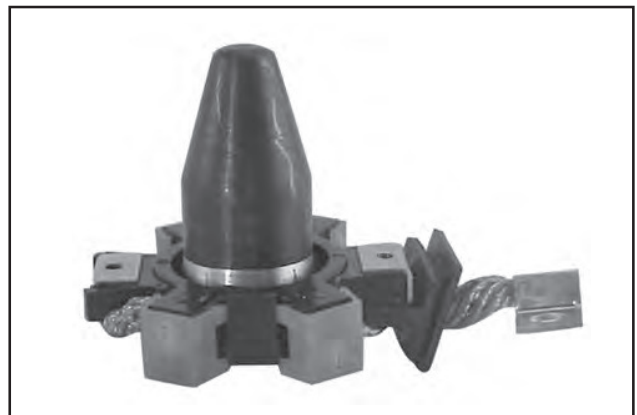

Abbildung 8-69. Bürstenmontagewerkzeug mit Verlängerung.
- Die Bürstenfedern installieren und die vier Haltekappen einrasten lassen. Siehe Abbildung 8-69.